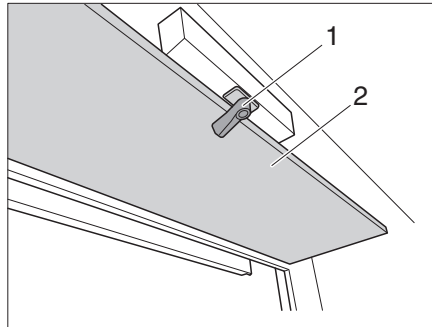

Fig. 154 Trampa para manivela
- Soltar bloqueo (Fig. 154,1) y cerrar la trampa (Fig. 154,2) hacia abajo. La manivela para el ajuste de altura se encuentra detrás de la trampa.